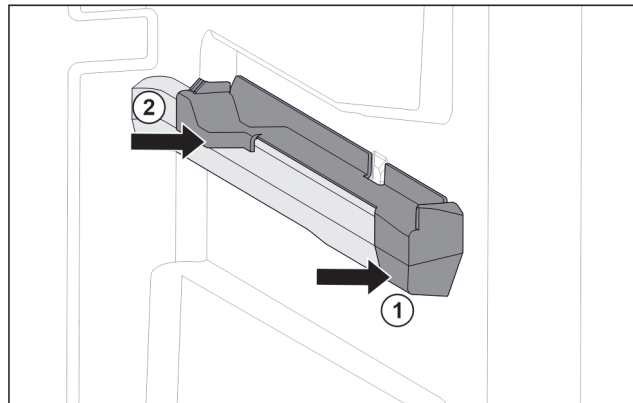

Fig. 129 Вставная часть на правом контейнерном ребре
- ▶ Наденьте вставную часть спереди на контейнерное ребро. Fig. 129 (1)
- ▶ Нажмите на вставную часть сзади. Fig. 129 (2)